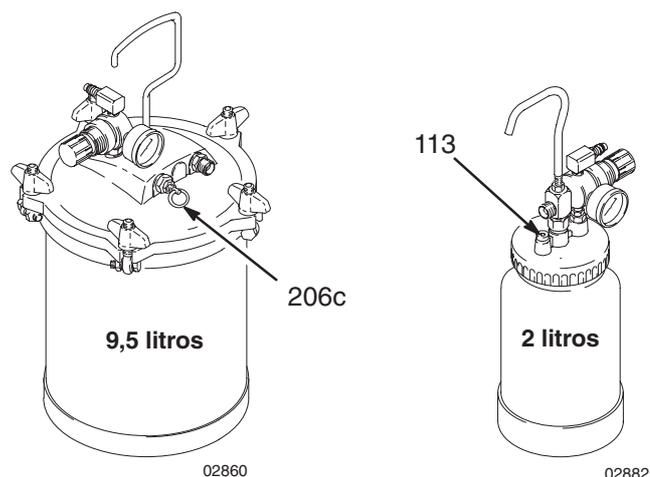

Fig. 4
- a. Apague el suministro de aire al recipiente a presión. Vea la Fig. 4.